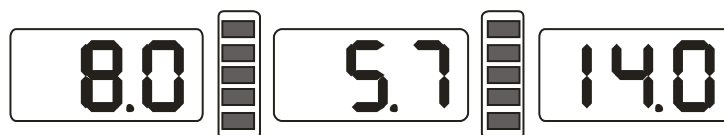

Рисунок 7-1
9.1 Приготовьте контрольный балансировочный грузик и достаточно хорошо сбалансированное колесо средних размеров. Установите колесо на балансировочный станд. После включения оборудования, дождитесь окончания инициализации (рисунок 7-1). Введите показатели диска, следуя пункту 7;